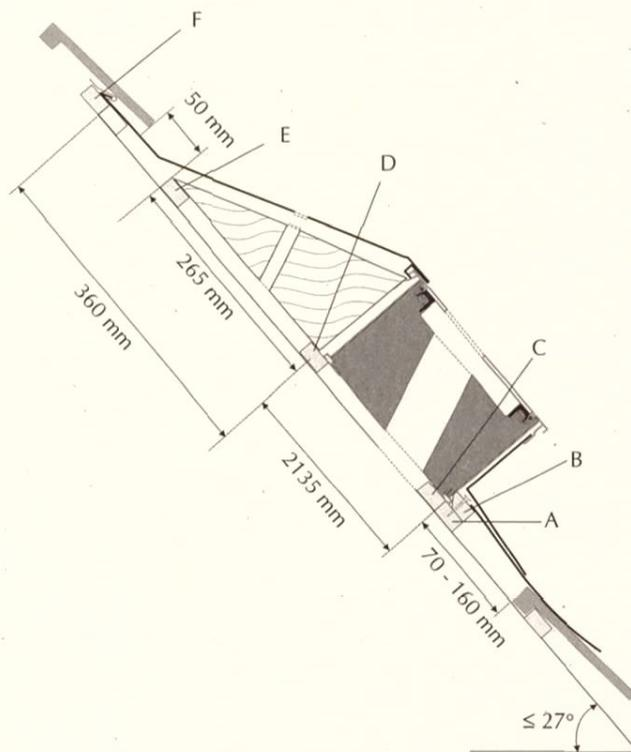

Bild 3.2 Längsschnitt durch Indachmontage. Die Buchstaben A - F geben die Lage der Einbaulatten an.
8. Latte **F** (zur Befestigung der oberen Abschlussbleche) mit Unterkante im Abstand von 360mm von Mitte Latte D montieren (s. Bild 3.2).